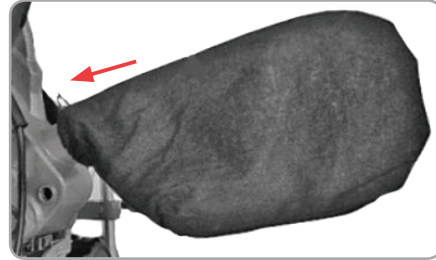

Fig.4
**Montarea sacului de colectare a prafului (fig.4):**